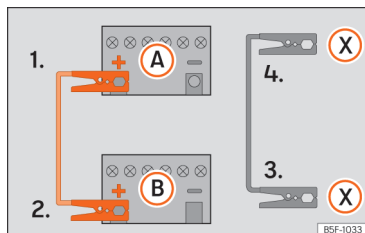

Fig. 156 Esquema de ligação para veículos com sistema Start Stop.
Os cabos de arranque apenas se deverão ligar seguindo a ordem 1 > 2 > 3 > 4 »» Fig. 156.
Nos veículos com sistema Start-Stop: ligue uma extremidade do cabo preto de emergência (X) a um terminal de massa adequado, a uma peça de metal maciça que esteja aparafusada ao bloco do motor ou ao próprio bloco do motor »» Fig. 156.
5. Ligue a outra extremidade do cabo preto de emergência (X), no veículo com a bateria descarregada, a uma peça de metal maciça que esteja aparafusada ao bloco do motor ou ao próprio bloco do motor, mas o mais afastado possível da bateria A.